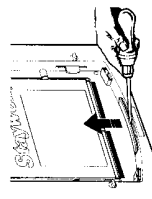

FIG. 14
- Die Sicherheitsplatte nach oben schieben und den Griff nach außen und unten ziehen (siehe Abb. 14).
- Faites glisser la barrière vers le haut puis tirez sur la poignée, vers l'extérieur et vers le bas (voir Fig. 14).
- Fare scorrere la barriera verso l'alto, nella rientranza superiore (vedi Fig. 14).
- Deslice la barrera hacia arriba, hasta el receso superior (Fig. 14).